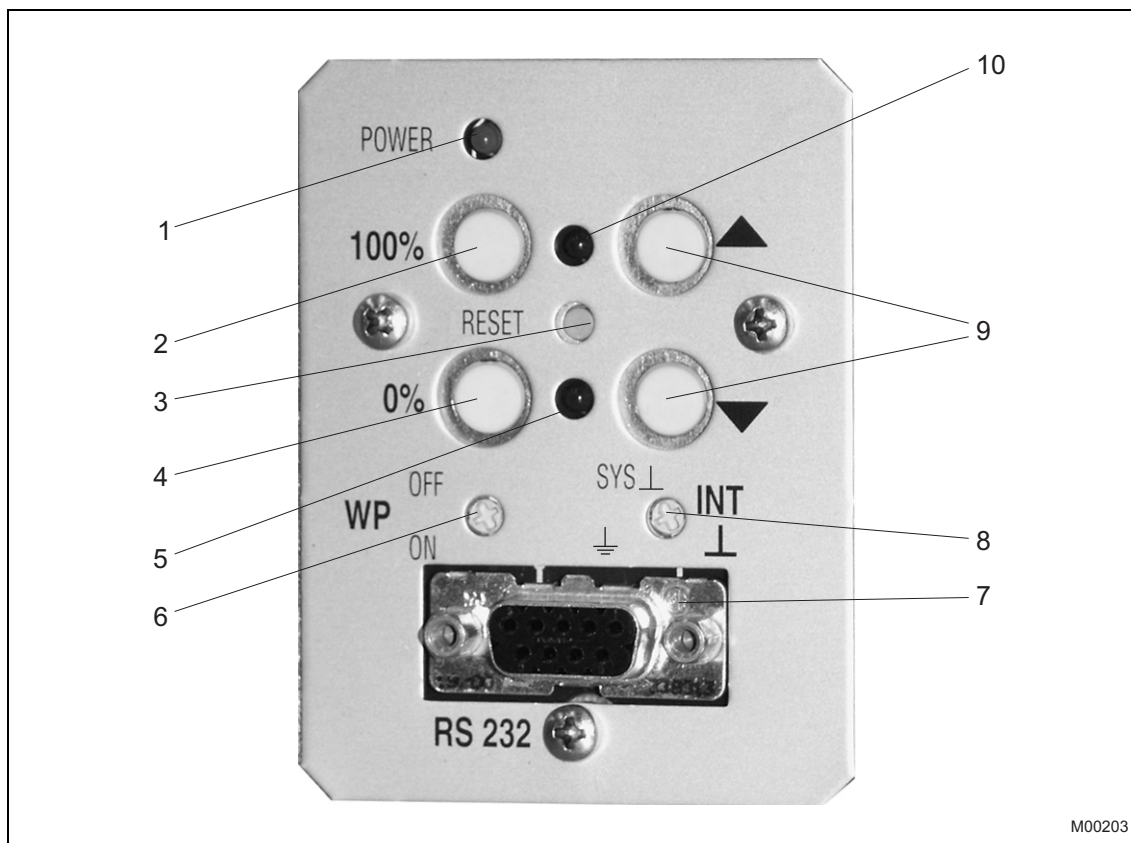

Fig. 1 - Pannello di messa in servizio e di assistenza
I LED (pos. 5 e pos. 10, Fig. 1) lampeggiano a frequenze diverse a seconda della funzione attivata.
- Portare l'elettronica nel modo operativo "Regolazione". A tal fine tenere premuti contemporaneamente i due pulsanti di marcia (9) per circa 5 s fino al lampeggio sincrono dei due LED (posizioni 5 e 10 di Fig. 1) alla frequenza di 4 Hz.